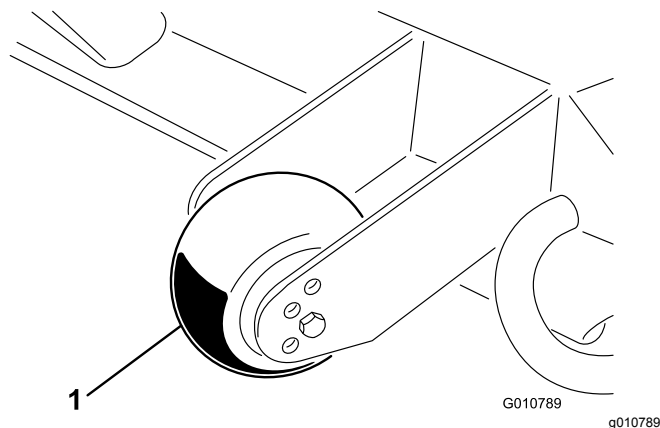

Figure 12
- Enlevez la vis et l'écrou qui fixent la roue de jauge aux supports de l'unité de coupe (Figure 12).